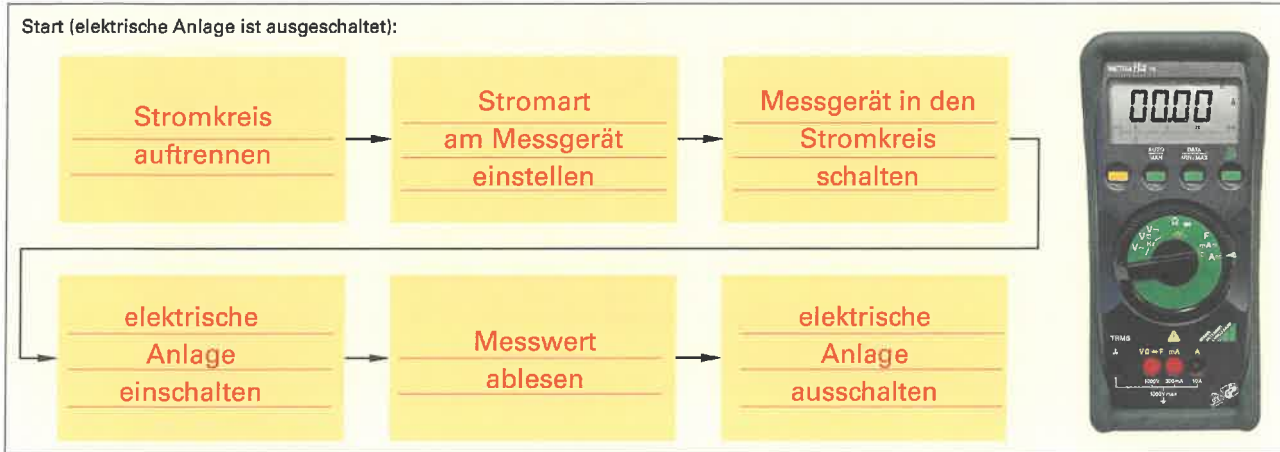

Bild 1: Messen der Stromstärke mit einem Digitalmultimeter
2. Es soll in einem Stromkreis einer elektrischen Anlage der Strom mit einem Strommesser gemessen werden. Beschreiben Sie eine sinnvolle Vorgehensweise im **Bild 1** in Pfeilrichtung.